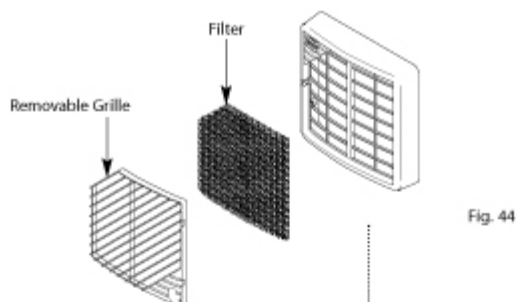

Fig. 44
2. Déclipser la grille de l'unité et enlever le filtre (fig44)